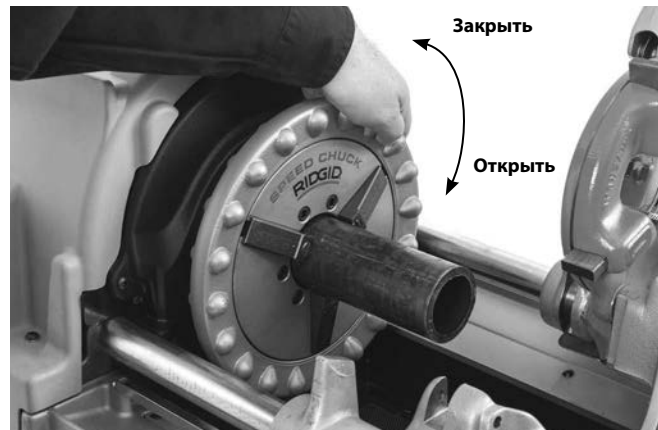

Рис. 16 – Закрепление трубы в зажимном патроне
Полностью откройте зажимные патроны резьбонарезного станка. На резьбонарезных станках с ручным зажимным патроном вращайте маховичок переднего зажимного патрона по часовой стрелке (см. рис. 16). На резьбонарезных станках с автоматическим зажимным патроном передвиньте переключатель РЕВЕРС/ВЫКЛ/ВПЕРЕД (2/0/1) в положение РЕВЕРС (2), нажмите и отпустите ножной выключатель.
Поверните маховичок переднего зажимного патрона против часовой стрелки (если смотреть с передней стороны станка *Рис. 16*), чтобы сомкнуть его на трубе. Проверьте, что труба отцентрирована во вставных губках. С помощью нескольких сильных оборотов ручного маховичка против часовой стрелки закрепите трубу в переднем зажимном патроне.